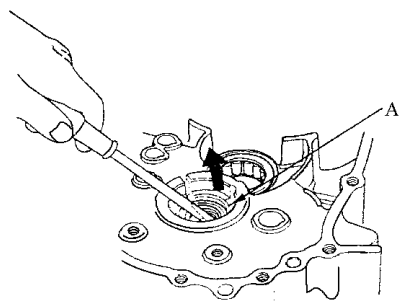

图 4-100 拆卸油封
- 3) 如图 4-100 所示，从离合器侧 A 将油封拆下。拆卸油封时，小心不要损坏离合器壳体。